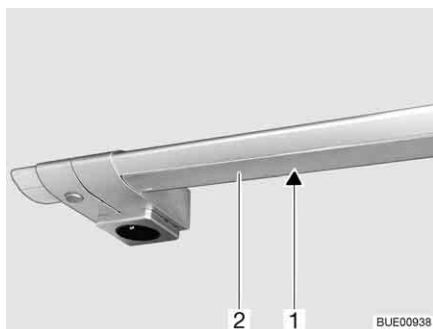

Bild 211 Kochstellenleuchte
- Abdeckung (Bild 211,2) mit beiden Händen leicht zusammendrücken und nach unten ziehen. Mit dem Herausziehen immer ganz links oder ganz rechts beginnen.
- Halogenleuchte (Bild 211,1) entfernen.